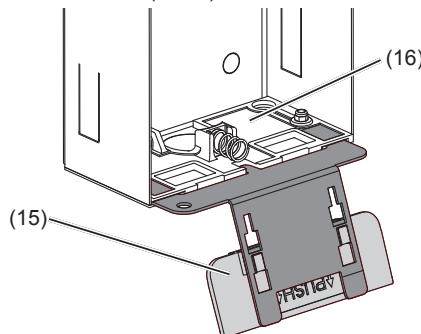

Bild 5: eingestecktes Öffnungswerkzeug
(14) Aufschlagwinkel der Befestigungselemente
- Öffnungswerkzeug (15) in die Aufnahme des unteren Befestigungselementes (16) am Gehäuse stecken (Bild 5).